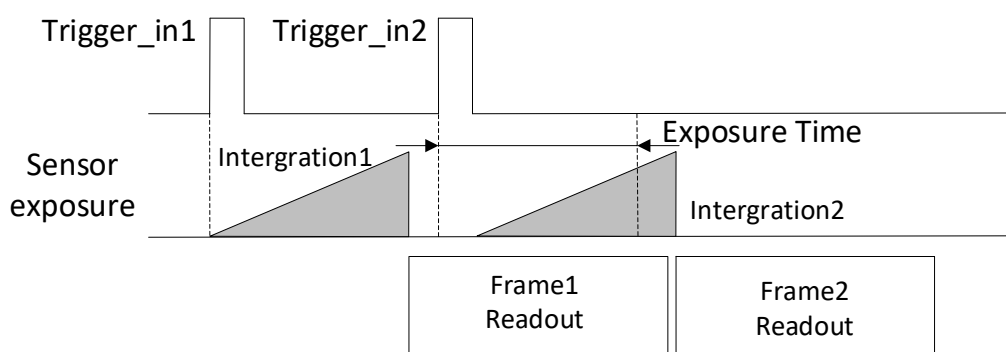

图4-18 第2帧曝光移动处理时序
- 若第2个触发信号第1帧图像的曝光结束时间早于相机当前第1个触发信号最后1帧出图时间，则相机内部会做处理，将第2个触发信号第1帧图像的曝光开始时间推迟，确保第2个触发信号第1帧图像的曝光结束时间不早于第1个触发信号最后1帧的出图时间，如图4-18所示。